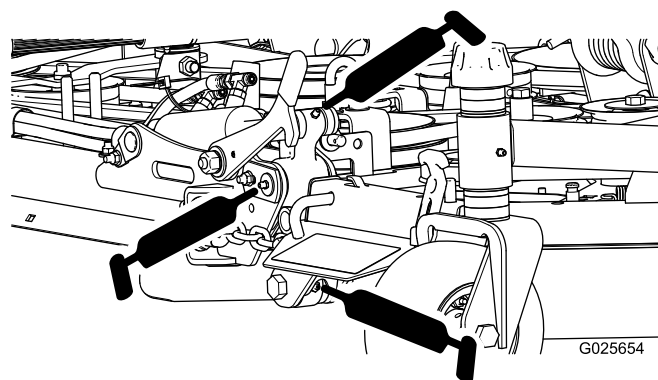

Figura 14
- Dobradiças da plataforma lateral (10) (Figura 14)